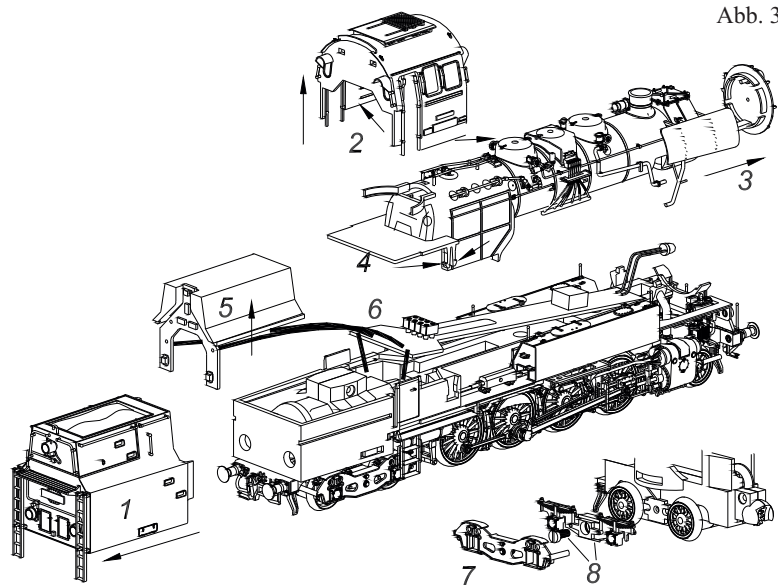

Abb. 3
### Dekoderwechsel (Abb. 2 - Abb. 3)
- Lokdemontage Punkt 1 bis 4 (siehe Abb. 3)
### Demontage der Lok (Abb. 3)